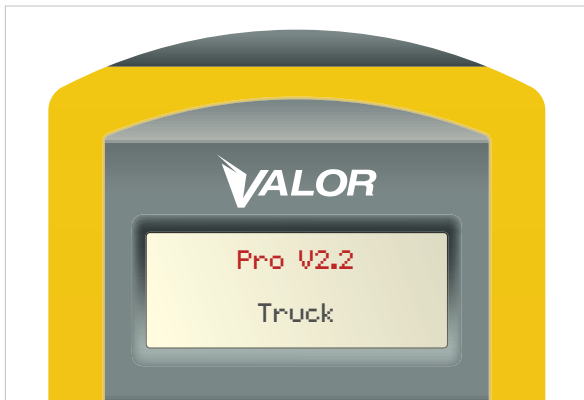

Figure 1A
2. Le SmarTool doit être mis à niveau à la plus récente version du logiciel (Pro 2.2 ou une version ultérieure). Pour vérifier la version du logiciel de votre SmarTool, appuyez simplement sur la touche marche-arrêt. L'écran indique la version du micrologiciel de l'appareil Figure 1A.